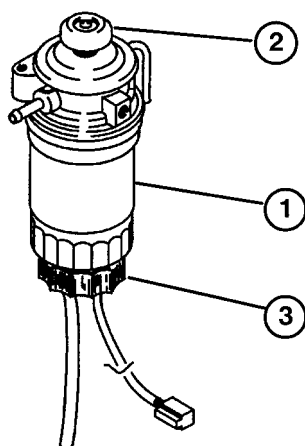

図 27
2. 燃料フィルタについているプライミング・ポンプを抵抗が感じられるようになるまで押す（図27）。